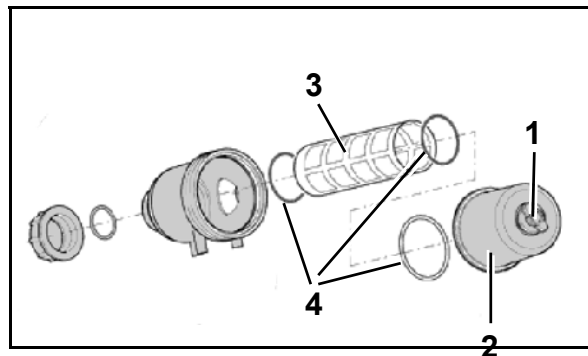

Bild 219
Rengör sugfiltret (Bild 219) dagligen då sprutningsarbetet avslutats.
4. Lossa vingmuttern (Bild 219/1) på sugfiltret.
5. Dra av filterlocket (Bild 219/2) genom att vrida det lite fram och tillbaka.
6. Ta av filterinsatsen (Bild 219/3) och rengör med vatten.
7. Kontrollera o-ringens (Bild 219/4) avseende skador.
Se till att o-ringarna kommer korrekt på plats (Bild 219/4).